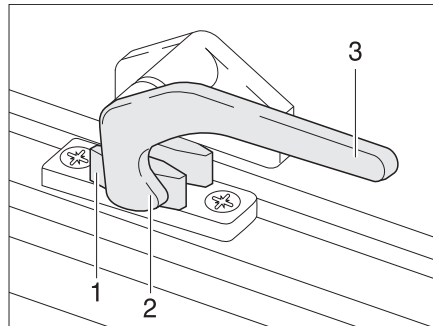

Fig. 56 Levier de verrouillage en position "Fermé"
- Tourner le levier de verrouillage (Fig. 56,3) d'un quart de tour vers le centre de la fenêtre.
- Tourner le levier de verrouillage (Fig. 56,3) d'un quart de tour vers le cadre de la fenêtre. Le tenon de verrouillage (Fig. 56,2) se trouve sur le côté intérieur du verrouillage de fenêtre (Fig. 56,1).
- En position "Fermé" (Fig. 56)